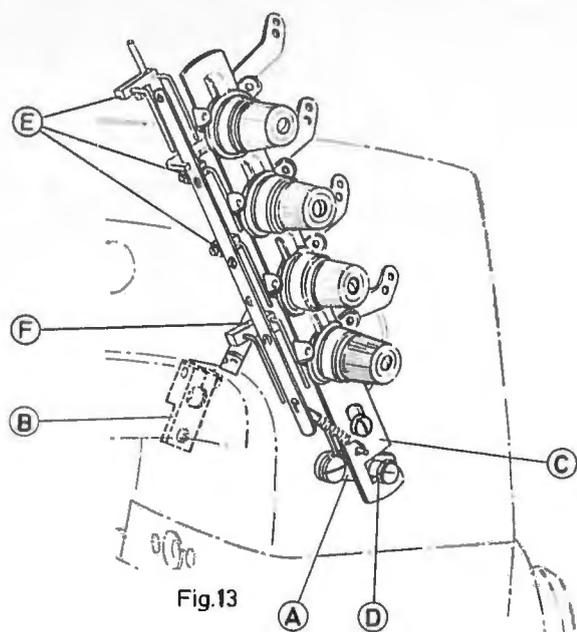

Fig. 13
8.1 Loosen the clamp screw in clamp lever (B, Fig. 13) located at the rear of the machine and set lever (A, Fig. 13) in a horizontal position. Retighten clamp screw.
8.2 Adjust the tension disc separator (C, Fig. 13) by turning eccentric (D, Fig. 13) so that the tension discs are opened as soon as the cutting process begins. The tension disc separator should move freely between tension discs without binding.
8.3 Adjust needle thread pull-off hooks (E, Fig. 13) so that the needle thread ends are long enough to start sewing immediately on the next stitch and that the needle thread ends visible on the face of the fabric, are as short as possible.
8.4 Adjust looper thread pull-off hook (F, Fig. 13) so that the looper thread is clamped securely after it has been severed.
8.1 Lösen Sie die Klemmschraube im Klemmhebel (B, Fig. 13) auf der Rückseite der Maschine und bringen den Hebel (A, Fig. 13) in waagrechte Stellung. Ziehen Sie die Klemmschraube wieder an.
8.2 Stellen Sie die Fadenspannungsöffnungsleiste (C, Fig. 13) durch Verdrehen der Exzenterhülse (D, Fig. 13) so, daß die Fadenspannungsscheiben bei Beginn des Schneidvorganges geöffnet werden. Die Fadenspannungsöffnungsleiste muß zwischen den Fadenspannungsscheiben freigehen und darf nicht klemmen.
8.3 Stellen Sie die Nadelfadenabzugshaken (E, Fig. 13) so ein, daß bei freien Nadelfadenenden ein sofortiger Nähbeginn garantiert ist und nur kurze Fadenenden auf der Oberseite des Stoffes sichtbar sind.
8.4 Stellen Sie den Greiferfadenabzugshaken (F, Fig. 13) so ein, daß der Greiferfaden beim Abschneiden sicher festgeklemmt wird.